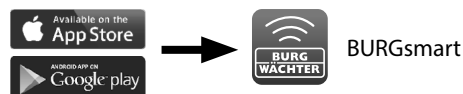

Fig. 1
- 1 Per poter configurare il nuovo sistema di chiusura, è necessario prima scaricare l'app *BURGsmart*. È possibile trovarla sull'iOS App Store e su Google Play Store (Fig. 1).